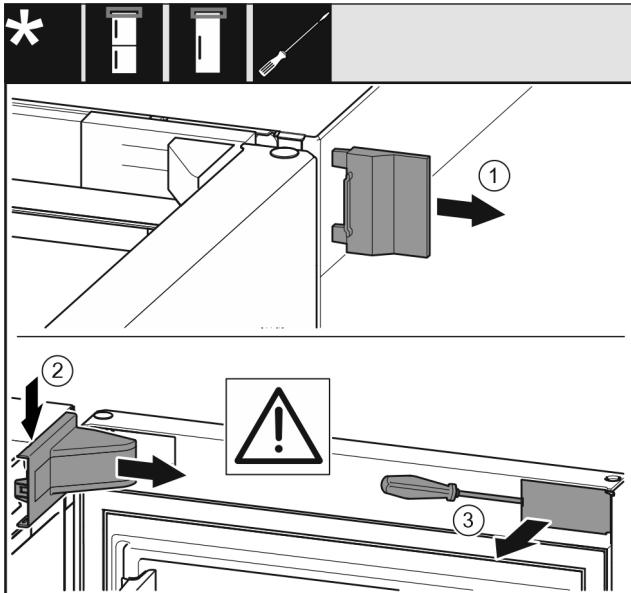

Fig. 10
► Ta av det ytre dekselet Fig. 10 (1).
► Løsne og ta av lagerblokkdekselet Fig. 10 (2).
► Løsne dekselet Fig. 10 (3) med en skrutrekker og sving det til siden.